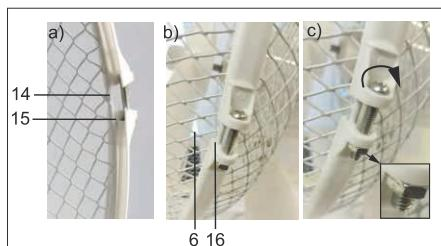

Fig.5: Montage vorderes Schutzgitter
11. Ziehen Sie den so entstandenen Ring auf den Rand des hinteren Schutzgitters (14).
Der Rand des Schutzgitters muss dabei in der hinteren Rille (15) des Fixierbandes liegen. Abb. 5 a).
12. Setzen Sie das vordere Schutzgitter (6) in die vordere Rille (16) des Fixierbandes ein, Abb. 5 b.)
13. Drehen Sie die Kreuzschlitzschraube mit einem Kreuzschlitzschraubendreher im Uhrzeigersinn weiter zu. Abb. 5 c).